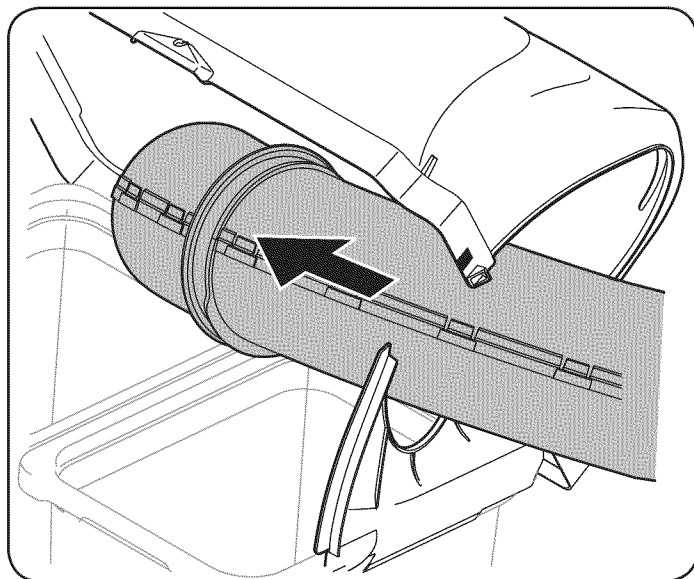

Figure 50
2. Con la tapa del colector de hierba abierto, instale el conducto de descarga superior a través del conducto de descarga, abertura, como se ve en la Figure 50.